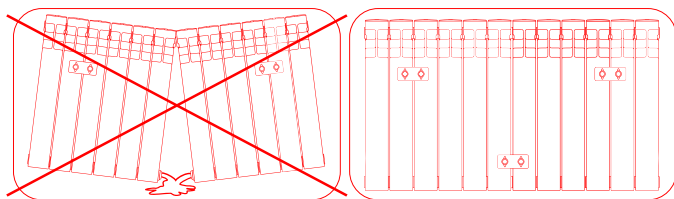

рис. 2
3. Монтаж радиатора к стене (рис. 2)